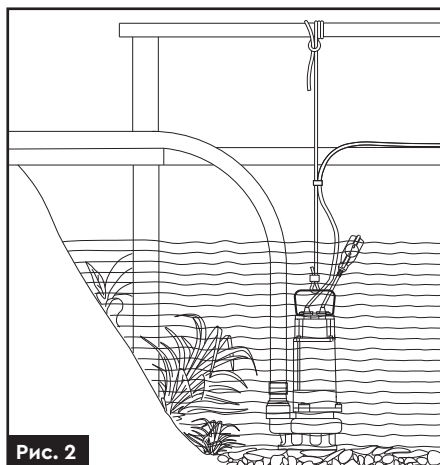

Рис. 2
- › При використанні шлангу або пластмасової труби в якості напірного трубопроводу, використовуйте запобіжний трос або ланцюг з некорозійного матеріалу (наприклад, з синтетичних волокон або з оцинкованої, нержавіючої сталі) для опускання, підйому, закріплення і переміщення насоса (рис. 2).